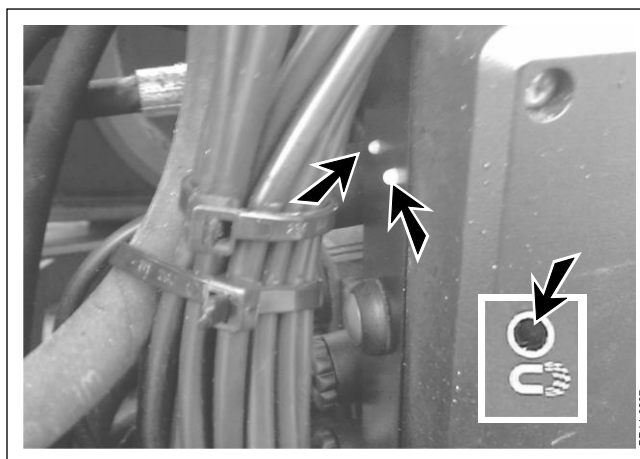

Fig. 5-7
- Fig. 5-7** När styrenheten är påslagen och metalldetektorn är på ska två kontrollampor på MD-styrenheten samt lampan på manöverpanelen vara tända.